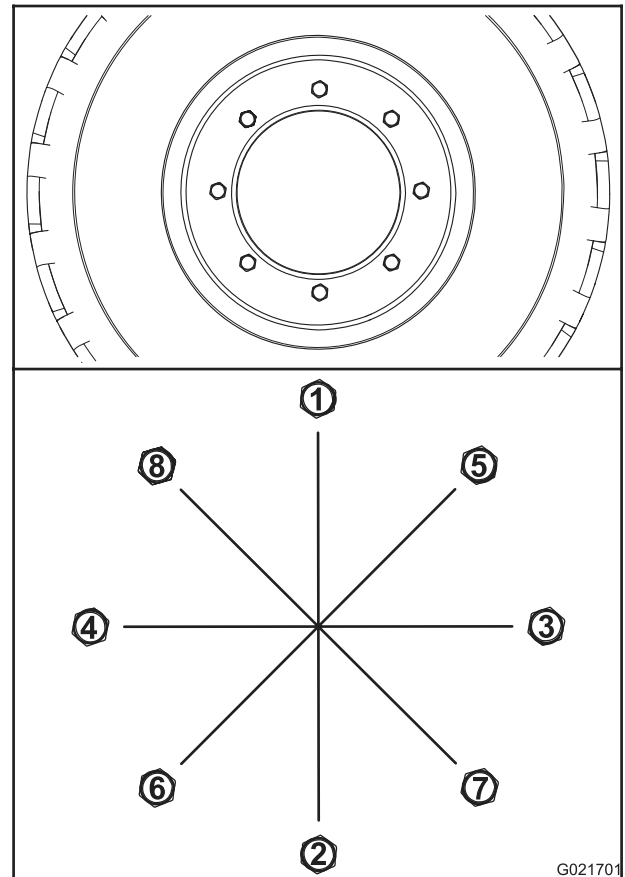

Bild 64
- A. Ziehen Sie alle Radmuttern in der in Bild 64 abgebildeten Reihenfolge auf 100 N·m an.
- B. Ziehen Sie alle Muttern in der in Bild 64 abgebildeten Reihenfolge auf 200 N·m an.
- C. Ziehen Sie alle Muttern in der in Bild 64 abgebildeten Reihenfolge auf 300 N·m an.